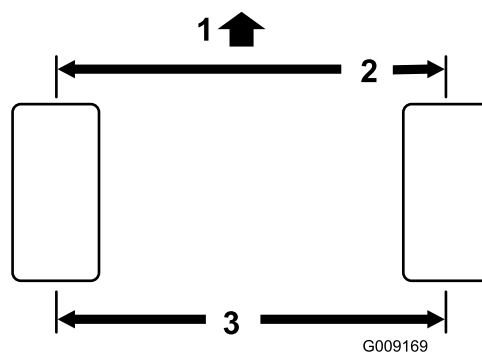

Bild 59
- Messen Sie den Abstand vorne und hinten an den Lenkreifen Mitte-zu-Mitte (auf Achshöhe). Bild 59